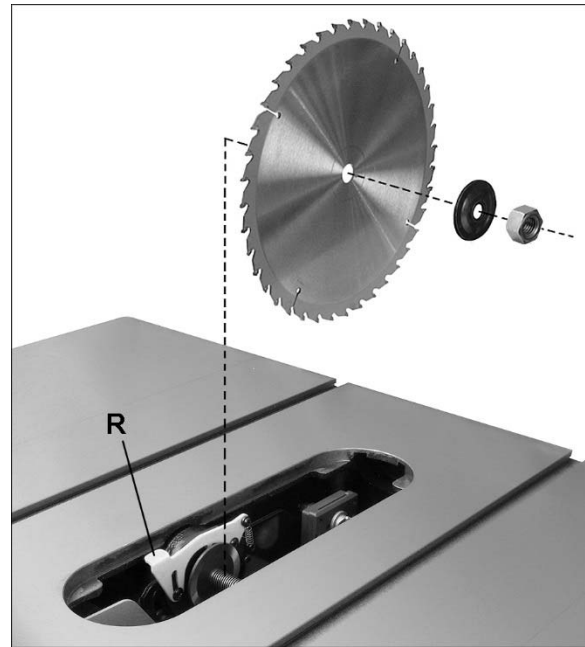

Figura 6-9: instalación de la hoja
Vea la Figura 6-9.
6. Ejerza presión hacia abajo y sujete la palanca (R, Figura 6-9), y gire la hoja hasta que se conecte la traba del árbol. Apriete la tuerca hacia la derecha con la llave para árbol proporcionada. No apriete la tuerca excesivamente.
3. Tire de la palanca de fijación (S1, Figura 6-9) hacia arriba. La placa de sujeción (S2) está cargada por resorte y se alejará de la base fija, dejando un hueco.